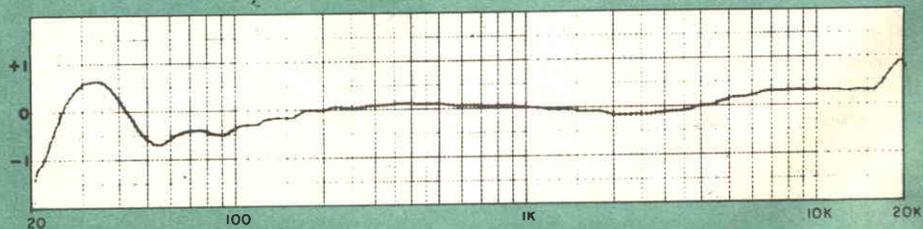

Fig. 13 - Nastro Ampex 456 alla velocità di 38 cm/s, con la polarizzazione regolata a 2 dB oltre il picco a 10.000 Hz.
*fig. 13* è stata ottenuta facendo scorrere il nastro alla velocità di  $38$  cm/s; il valore rilevato del rapporto segnale/rumore era di  $-57$  dB e quello della distorsione era dello  $0,8\%$ . Questo nastro è chiaramente di tipo professionale. Alla velocità di  $9,5$  cm/s la risposta presentata dal nastro è risultata irregolare, ma è stata comunque pari solamente a  $-2$  dB a  $20$  kHz. Regolando al minimo i circuiti equalizzatori del registratore si è ottenuta con questo nastro una risposta pari a  $1$  dB alla frequenza di circa  $10$  kHz. Il valore della distorsione non era affatto eccellente, essendo uguale al  $2,4\%$  e quello del rapporto segnale/rumore era buono, ma non eccelso, essendo pari a  $-53,5$  dB. Il nastro Ampex 456 rappresenta un nastro stupendo per applicazioni professionali ma, come lo Scotch 250, non è adatto per le basse velocità.